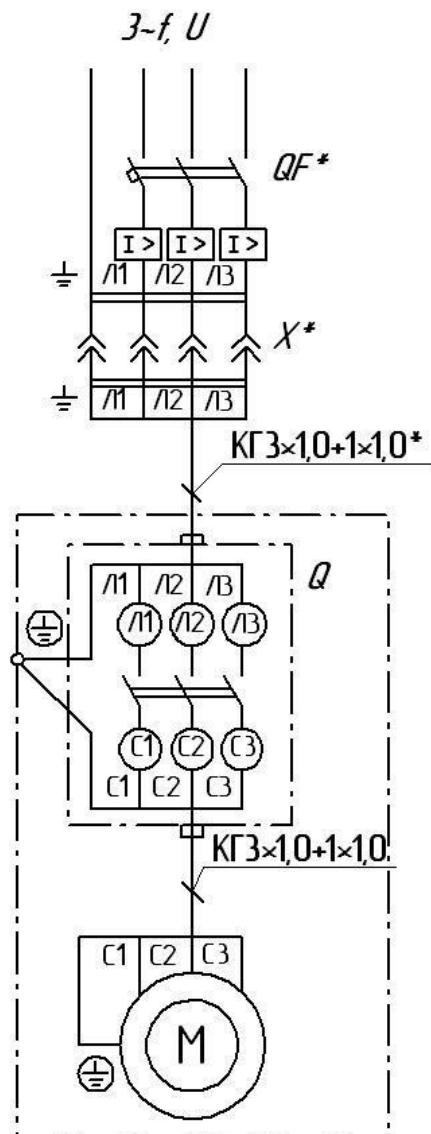

Рис. 5. Схема электрическая принципиальная
4.3.1. Компрессор выпускается для подключения в трехфазную четырехпроводную сеть с напряжением 380 В и частотой 50 Гц (рис.5).